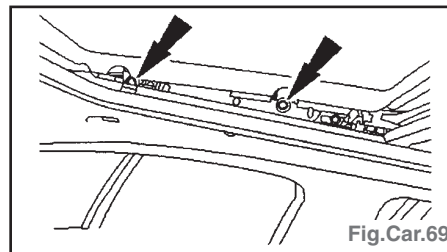

Fig.Car.69
- Déposer les vis de fixation de vitre de toit ouvrant (des deux côtés) (Fig.Car.69).